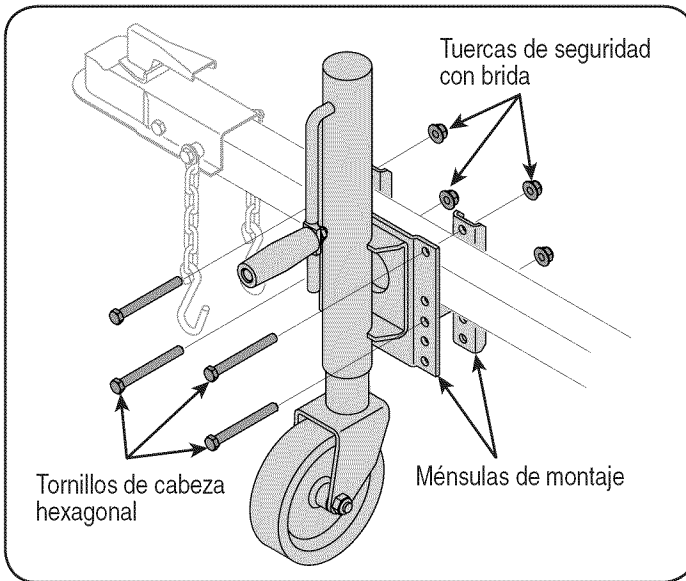

Figura 1
8. Coloque el gato ajustable a mitad de camino entre el soporte de la vigüeta/ménsula del sujetador y extremo de lengüeta. Vea la Figura 1.